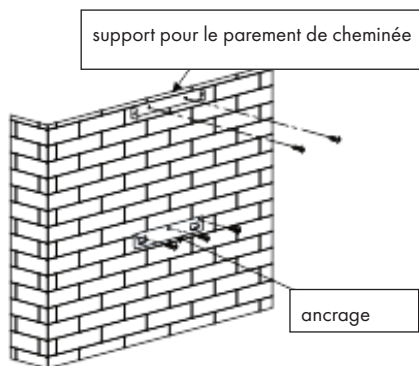

Figure 1
3. Après avoir déterminé la hauteur de montage, installez l'ancrage bien droit à l'emplacement approprié. La position où le support du parement de cheminée est installé détermine la position de la cheminée. (Voir figure 1).